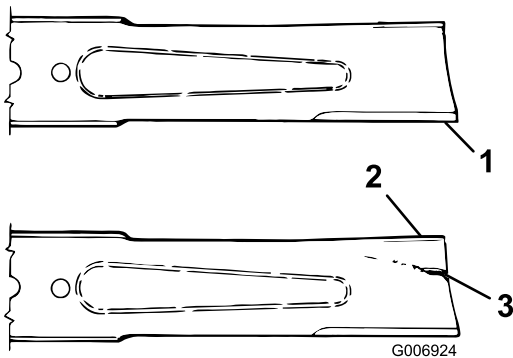

Figura 101
3. Examinai cu atenie capetele de tăiere ale lamei, în special acolo unde se întâlnesc pările plate i curbate ale lamei (Figura 101).
4. Dacă se constată semne de uzură (Figura 101), înlocuui lama; consultați Întreținerea suprafeei lamei (Pagină 69).
**Dacă lama este lăsată să se uzeze, se va forma o fantă între suprafaa velică i partea plată a lamei (Figura 101). În cele din urmă, o bucată de lamă se poate rupe i ar putea fi aruncată de sub carcasă, ceea ce poate duce la rănierea dumneavoastră gravă sau a celor din jur.**